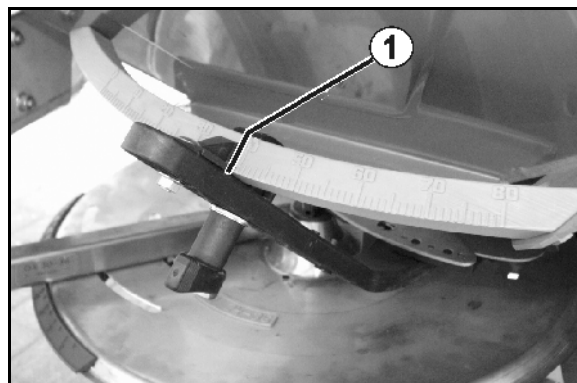

Fig. 42
10. , Aktivert tasten helt til avlesingskanten (Fig. 42/1) for venstre doseringsspjeld viser nødvendig spjeldstilling.